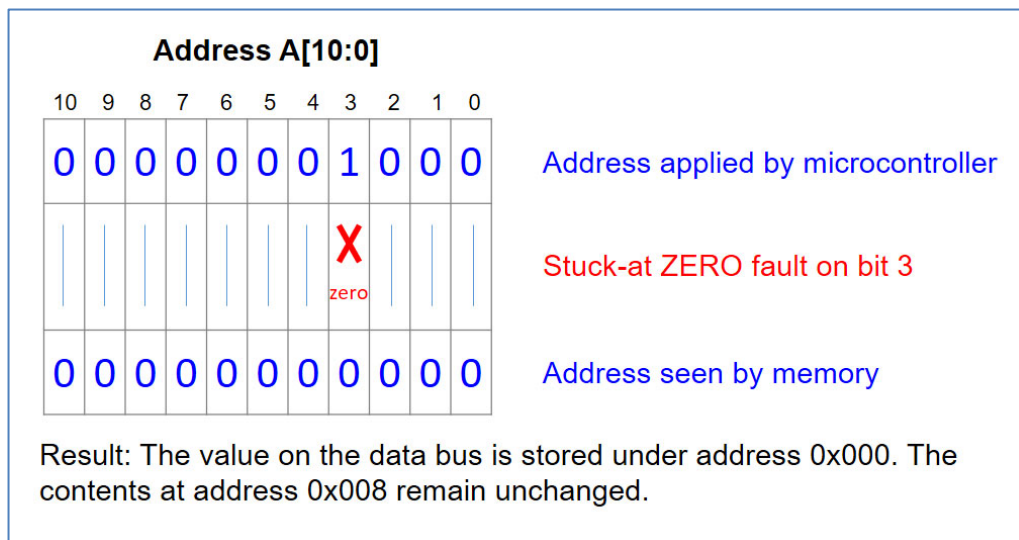

Abbildung 8: Beispiel eines Stuck-at ZERO Fehlers auf dem Address Bus
- (A) der geschriebene Wert nicht unter der gewünschten Adresse gespeichert, bzw. zurückgelesen wird und
- (B) dass der geschriebene Wert unter einer anderen Adresse gespeichert und zurückgelesen wird.
Beispiel: Wenn der Microcontroller den Speicher an Adresse 0x008 adressieren möchte, aber das Bit A[3] in Folge eines Fehlers nicht auf '1' setzen kann (stuck-at ZERO), so wird der auf dem Datenbus anliegende Wert nicht unter der Adresse 0x008 abgespeichert (Fall (A)) und stattdessen unter der Adresse 0x000 gespeichert (Fall (B)). Somit überschreibt der Zugriff den Wert, der eigentlich an Adresse 0x00 gespeichert ist. Siehe Abbildung 8.